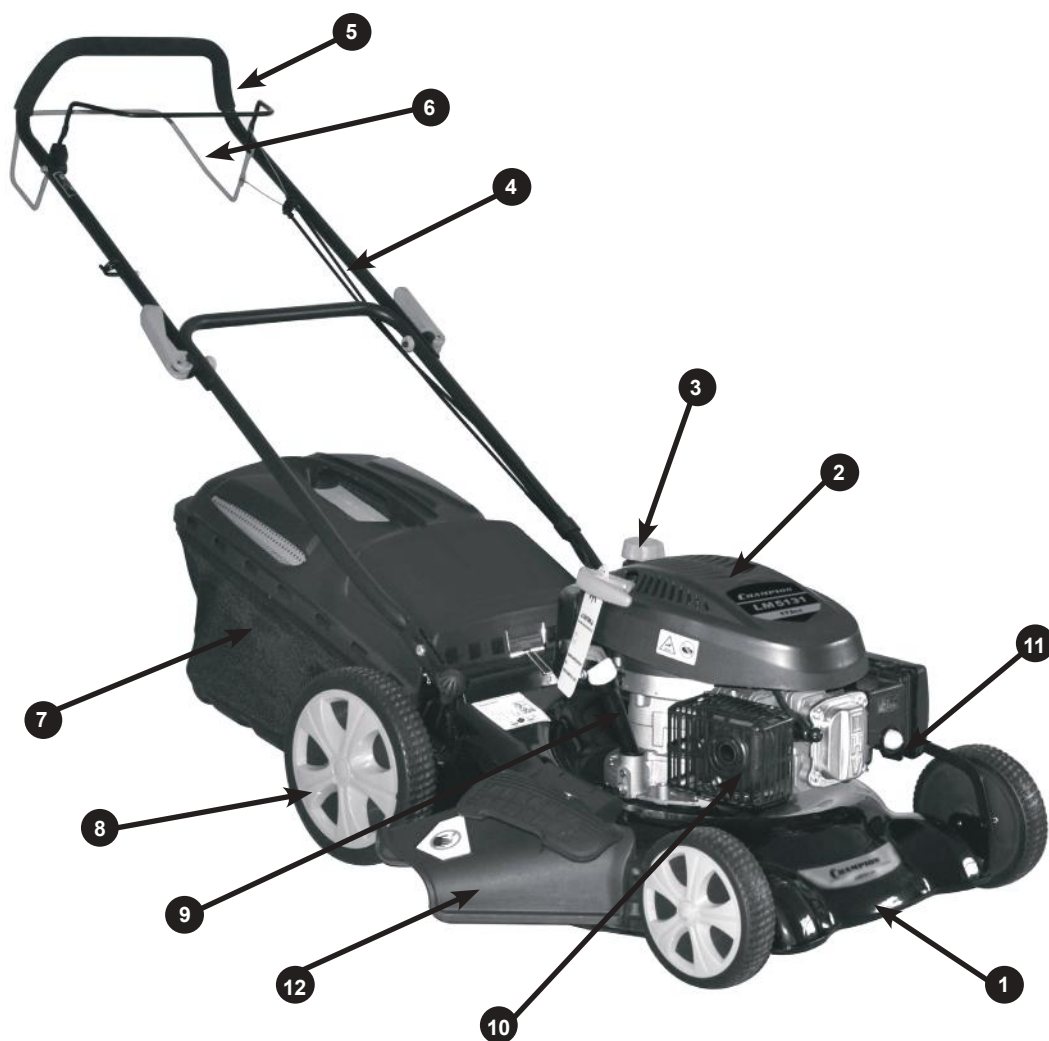

Рис.1
Перед запуском двигателя, несколько раз задействуйте рычаг остановки двигателя (5) Рис.1. Проверьте, чтобы рычаг и трос остановки двигателя работали должным образом.
2. Нажмите до упора праймер(11) Рис.1 три раза. После каждого нажатия праймера следует подождать две секунды.
3. Убедитесь, что рычаг привода хода (6) Рис.1 находится в выключенном положении.
6. Для начала движения нажмите на рычаг привода хода (6). Во время работы рычаги (5) и (6) удерживаются одновременно.